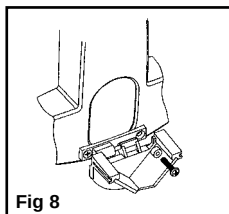

**Fig 8**
2. Repliez le miroir vers le bas et faites le coulisser vers la droite pour révéler le trou de fixation. ajustez ensuite la barre de montage avec la vis à tête cylindrique et la rondelle spéciale fournie (Fig. 8).